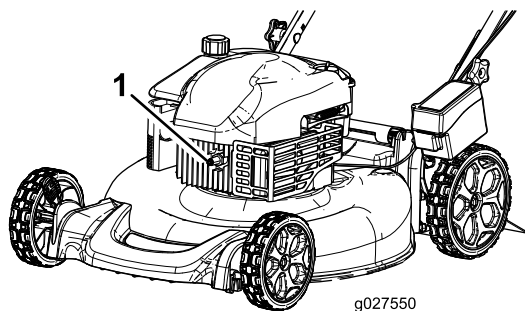

Figura 21
2. Staccate il cappello dalla candela (Figura 21) prima di eseguire interventi di manutenzione.